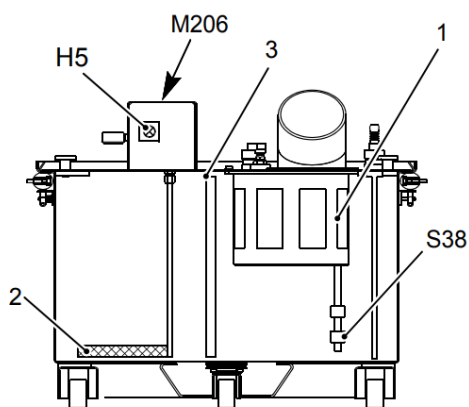

图7 甘油箱内的过滤网位置示意图
4. 甘油喷涂压力过低。当喷涂压力不在7.0-11.5bar时，应及时清理喷嘴及甘油箱内的过滤网（图7）。